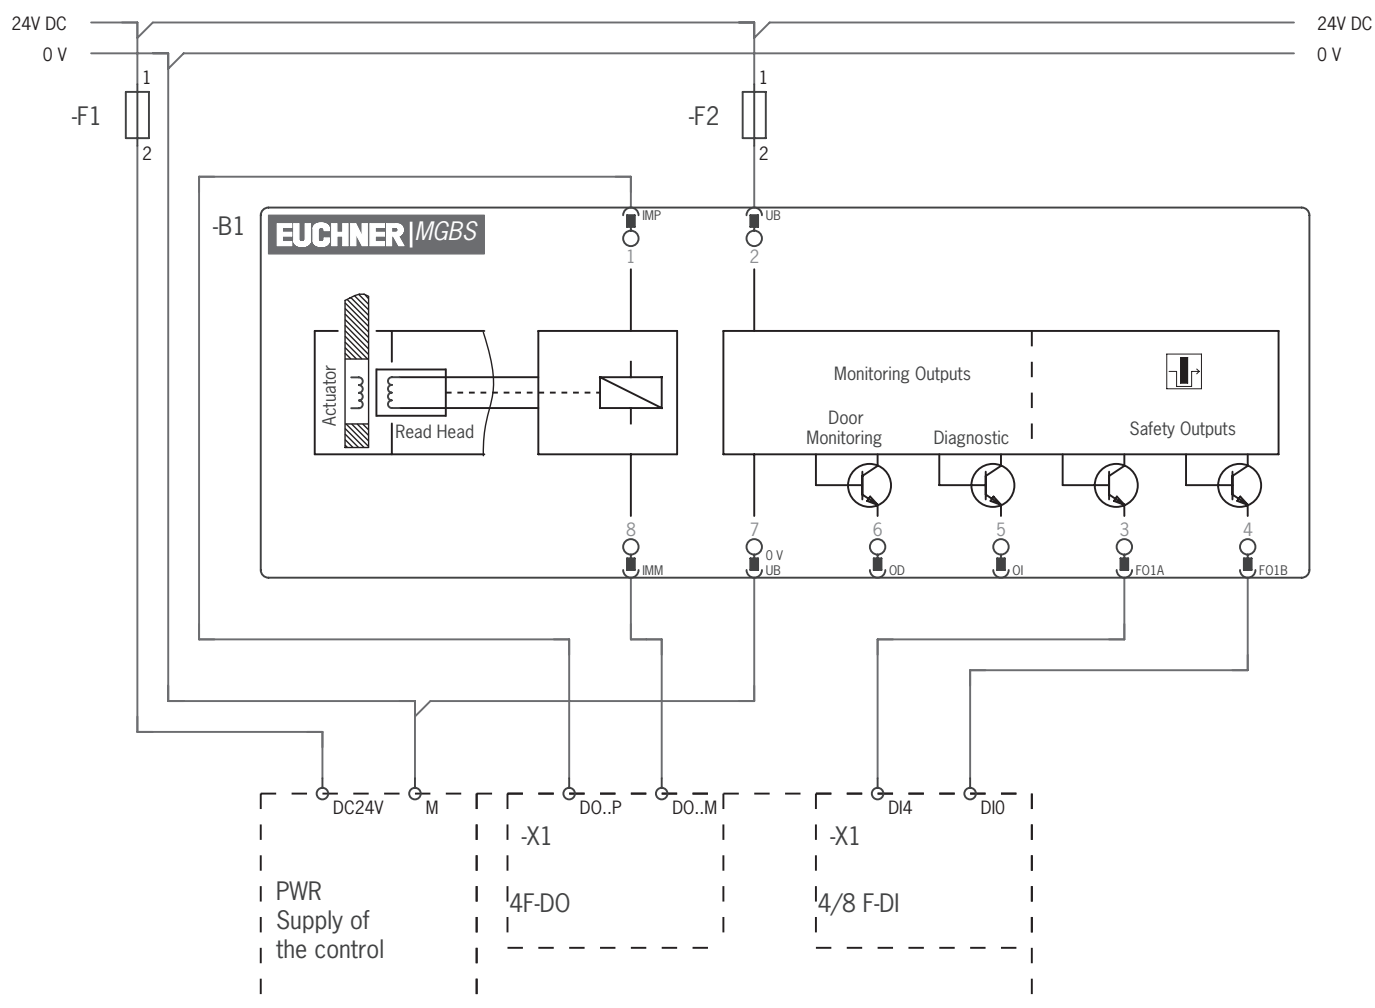

Fig. 5 : Exemple de raccordement à ET200
- En cas de commande sur deux voies de la tension de l'électroaimant par des sorties de sécurité d'une commande / d'un automate, il convient de respecter les points suivants (voir aussi Fig. 5 à la page 25) :